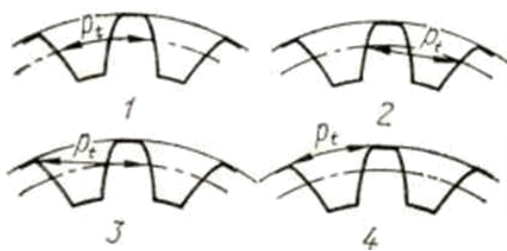

Рис. 1
- 3.06. На каком рисунке правильно показан шаг зацепления (рис.1)?